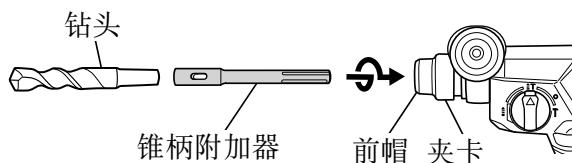
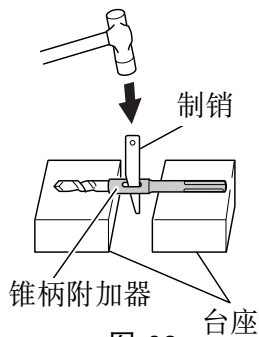

图 31
图 32
- (1) 把锥柄附加器安装在电动锤钻上。(图 31)
(图 31)
- (2) 把钻头 (锤柄) 安装在锤柄附加器上。(图 31)
- (3) 接通开关，按预定深度钻开一个孔口。
- (4) 拆卸钻头时，可将制销插入锥柄附加器的缝隙，把钻头放在台座上，用锥子敲打制销头部。(图 32)